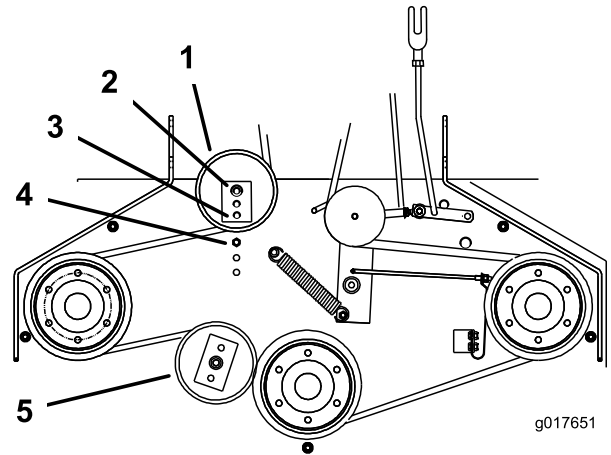

**Figura 47**
3. Afloje la contratuerca del tensor (Figura 47).
4. Gire el tensor hacia la parte trasera del cortacésped para aumentar la tensión de la correa. Gire el tensor hacia la parte delantera del cortacésped para reducir la tensión de la correa (Figura 47).